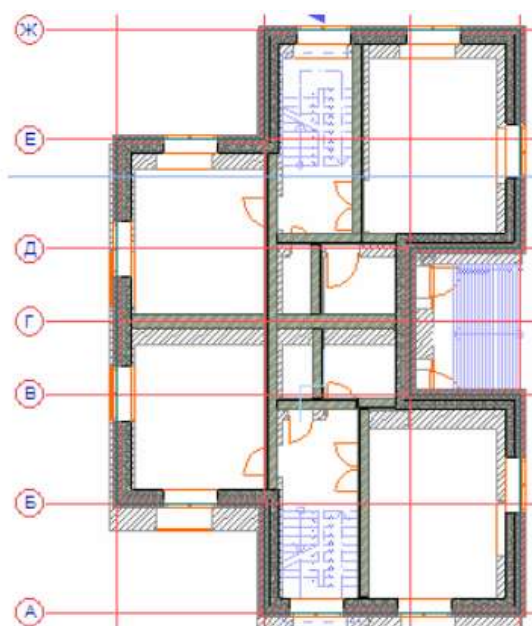

Рисунок 8.10
3. Активизируйте взгляд **1.1-й этаж** в карте проекта и, используя инструмент Стена, выберите в панели **Избранное** нужные типы стен. Выполните построение внутренних стен так, чтобы они как можно точнее соответствовали исходному заданию, представленному в качестве фоновой ссылки (рисунок 8.10).